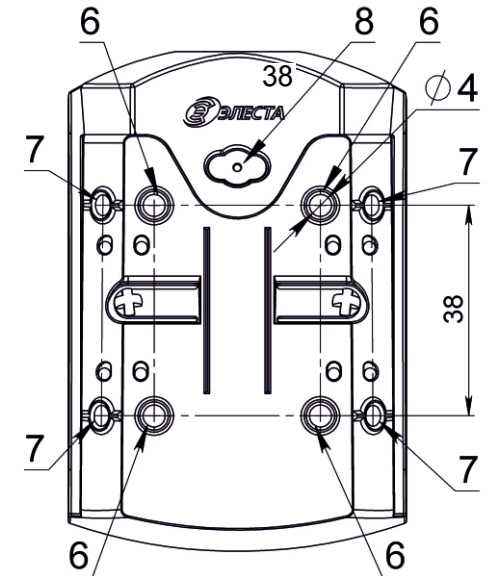

Рис.4
Определить поверхность крепления основания (прямо, влево или вправо), Разметить и подготовить отверстия в стене в соответствии с размерами (рис. 4) – **рекомендуется использовать два отверстия на одной вертикали**. Ввести в основание провод питания и шлейфа сигнализации, предварительно выломав отверстие (8). Закрепить основание саморезами.